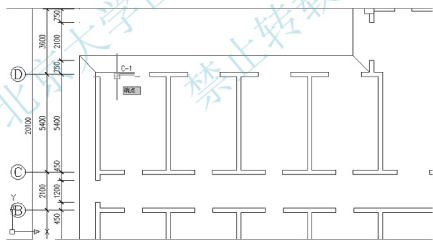

图 3.87 确定图块的插入点
- (1) 在命令行输入“MININSERT”后按Enter键,启动【多重插入】命令。
① 在输入块名或[?]:提示下,输入“窗”后按Enter键。
② 在指定插入点或[基点(B)/比例(S)/X/Y/Z/旋转(R)/预览比例(PS)/PX/PY/PZ/预览旋转(PR)]:提示下,单击如图3.87所示的位置以确定插入点。